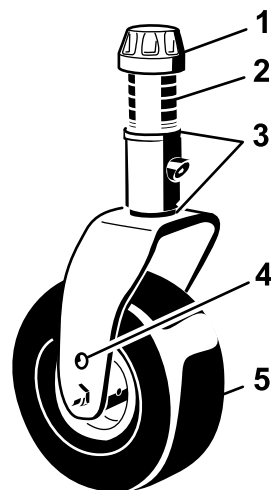

Figure 6
2. Placez les essieux des roues pivotantes dans les mêmes trous sur les deux fourches. Pour choisir les trous correspondants au réglage, reportez-vous à la Figure 6.
3. Enlevez le chapeau de tension de l'axe de pivot (Figure 6) et sortez l'axe du bras pivotant. Remplacez les 2 cales (3 mm) sur l'axe de pivot comme à l'origine. Ces cales sont nécessaires pour que les unités de coupe soient parfaitement de niveau sur toute la largeur. Placez le nombre requis d'entretoises de 13 mm sur l'axe de pivot pour obtenir la hauteur de coupe voulue, puis ajoutez la rondelle.